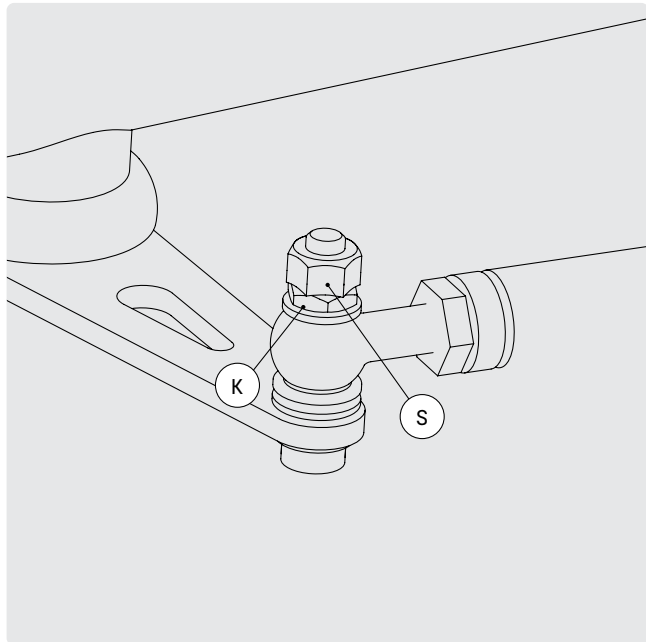

FIG. 32
- Si prefiere una dirección más rígida, apriete un poco más la tuerca plana K en el varillaje de dirección (fig. 32). Para ello, primero hay que quitar la tuerca autoblocante S.